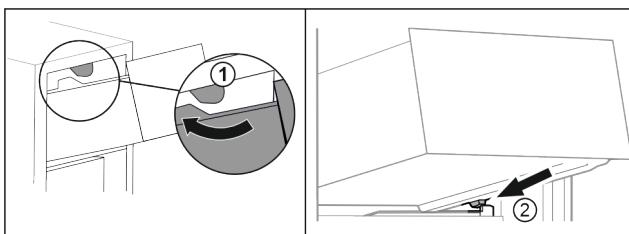

Fig. 94
- ▶ Schubfach um die oberen Stopper herumführen. Fig. 94 (1)
- ▶ Schubfach schräg hinter den unteren Stopfern auf Behälterrippe aufsetzen. Fig. 94 (2)